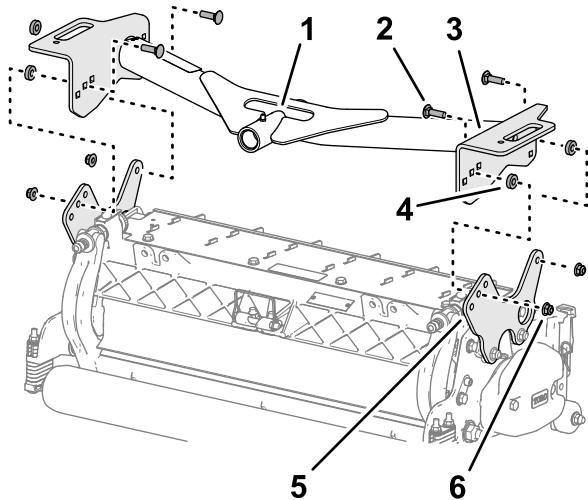

Figura 19
1. Alinhe os orifícios nas placas da estrutura de suporte dianteira com os orifícios nas placas de montagem da unidade de corte (**Figura 19**).
- Alinhe um espaçador entre a placa de suporte e a placa de montagem (Figura 19), e monte frouxamente as placas e o espaçador com um parafuso francês (3/8 x 2,25 pol.) e uma contraporca flangeada (3/8 pol.).